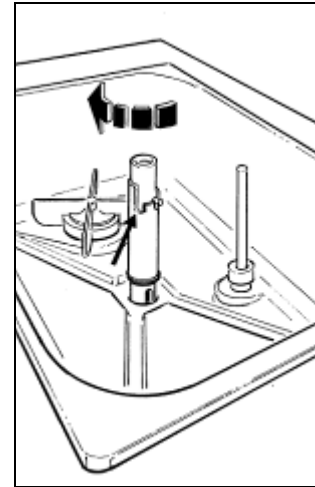

Abb. 29
- Das Luftzuleitungsrohr anbringen und regeln, indem der bewegliche obere Teil angehoben und im Uhrzeigersinn in die geschlossene Stellung an der durch den Pfeil gekennzeichneten unteren Markierung gedreht wird (Abb.29).